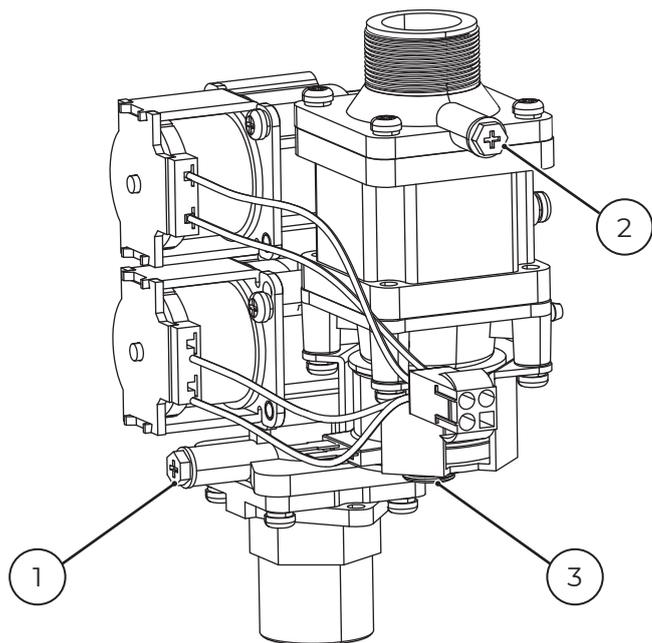

Рис. 27. Газовый клапан.
Проверка осуществляется U-образным или электронным манометром на отключённом котле. Для измерения необходимо использовать патрубок на газовом клапане рис. 27. После измерения обязательно закройте винт-заглушку.
4. Для котлов мощностью 10, 12, 14 кВт после электронной регулировки необходимо откорректировать значение максимального давления газа с помощью винта 3 рис. 27.